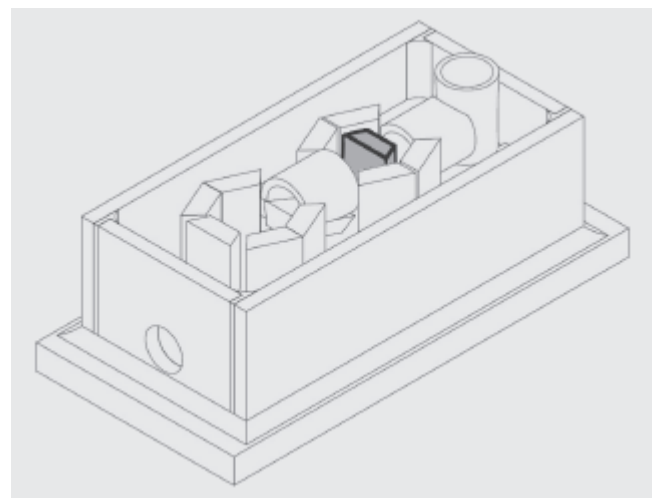

Figura 16
**#20** Tome el ultimo ladrillo pequeño y ubíquelo en el centro de la segunda cámara (la que hizo con los ladrillos pequeños). Ese ladrillo se llama el **ladrillo deflector** y ayuda a controlar el flujo de aire por el fogón para que no se escape el aire (**Figura 16**).